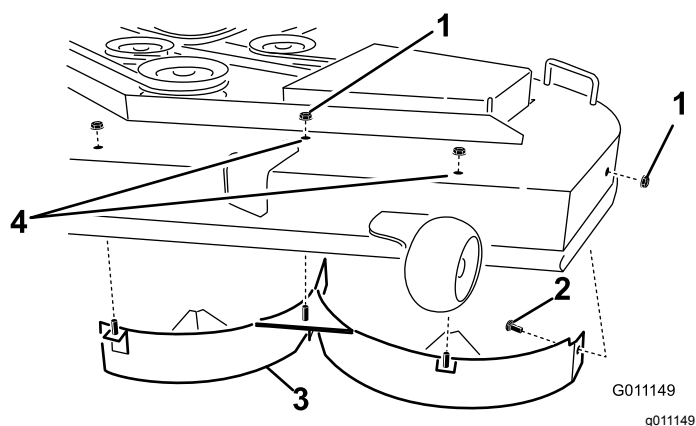

Figura 28
4. Rimuovete i 2 dadi di bloccaggio (5/16") fissati sui perni saldati del deflettore sinistro in posizione centrale e a sinistra del centro sulla parte superiore del piatto di taglio (Figura 28).
6. Staccate il deflettore sinistro dal piatto di taglio come illustrato nella Figura 28.